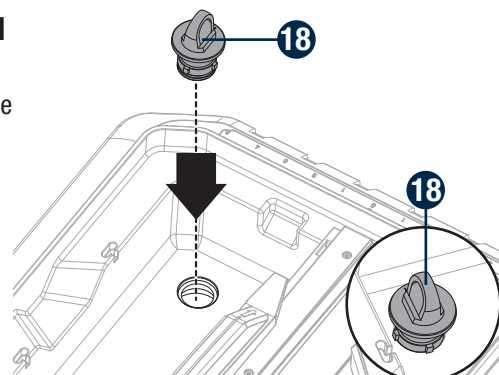

Fig. 8
**INSTALLATION DU BOUCHON DE TROP-PLEIN (Fig. 8)**
- Poussez fermement le bouchon de trop-plein (18) dans le trou au fond du réservoir d'eau.